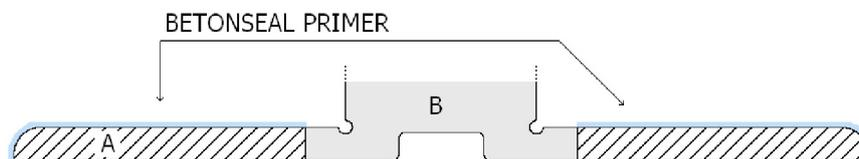
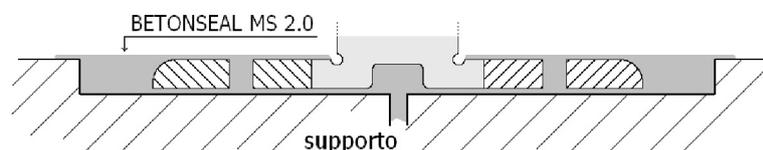
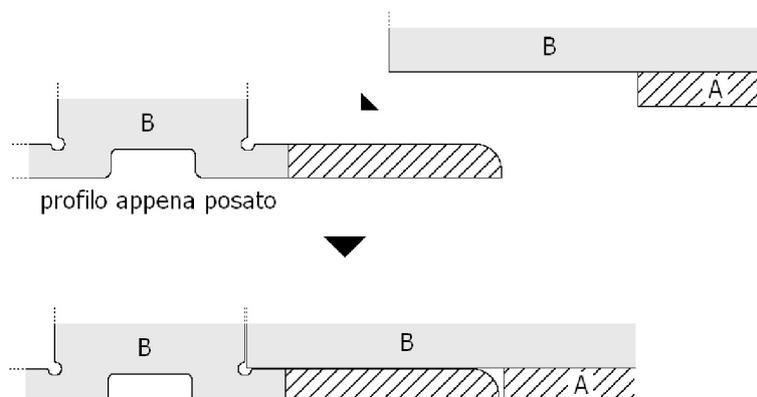

Fig. 2
Fig. 5
Fig. 7
- Applicare BETONSEAL PRIMER frizionando con tampone o straccio tutta la superficie delle alette laterali di fissaggio (in PVC semitrasparente) evitando di sporcare la parte centrale colorata B (vedi Fig. 2).
- Ricoprire completamente le alette di fissaggio con BETONSEAL MS 2.0 lasciando fuori solo la parte centrale colorata (vedi Fig. 5).
Installata la prima parte di BS PROFILE H3 (da Fig. 2 a Fig. 5), modificare l'estremità del profilo che verrà posato ad angolo asportando le alette (parte A) e la parte bassa del settore centrale (parte B) del profilo affinché il sormonto non causi dislivelli (vedi Fig. 7).